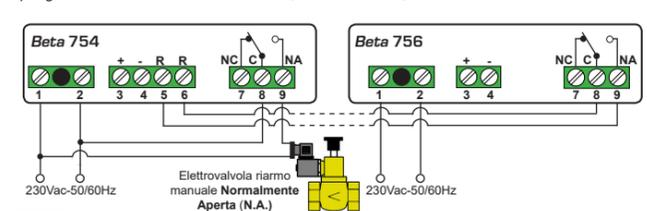

Fig. 3
- Le centraline gas serie **Beta** mod. 754/M hanno inoltre due morsetti (5, 6) (Fig.3), attivi in chiusura che servono per collegare i seguenti sensori remoti: